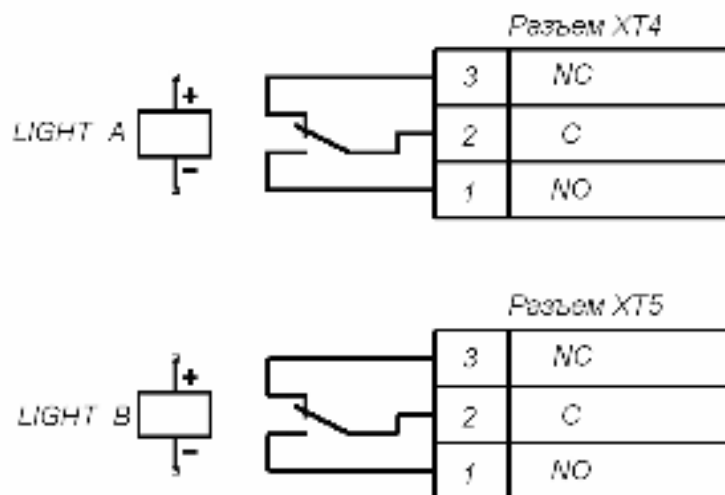

Рис. 11. Выходные каскады для Light A и Light B
5.9.4 Выносные индикаторы подключаются на клеммные колодки **ХТ4 (*Light A*)** и **ХТ5 (*Light B*)**. При этом реле *Light A* (*Light B*) активизировано (на его обмотку подано напряжение), когда горит соответствующая данному направлению прохода зеленая стрелка на световом табло, и нормализовано (на его обмотку напряжение не подано), когда соответствующая данному направлению прохода зеленая стрелка на световом табло не горит. Факт срабатывания/отпускания реле *Light A* и *Light B* можно определить по загоранию/гашению красных индикаторов, которые установлены вблизи указанных реле (см. рисунок 5). Выходные каскады для *Light A* и *Light B* – перекидные контакты реле (см. рисунок 11) со следующими характеристиками сигналов: